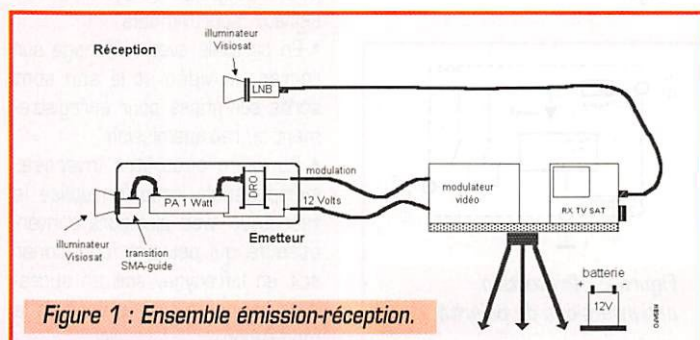

Figure 1 : Ensemble émission-réception.
- La figure 1 représente cet ensemble. On peut constater que le LNB est alimenté par le câble coaxial qui le relie au récepteur TV SAT alors que l'émetteur est, lui, alimenté par un câble distinct de celui qui amène la modulation. Le courant consommé est en effet trop important pour y être superposé, sur un câble de 75 Ω , il y aurait trop de pertes. En guise d'alimentation, j'utilise habituellement une batterie de voi-